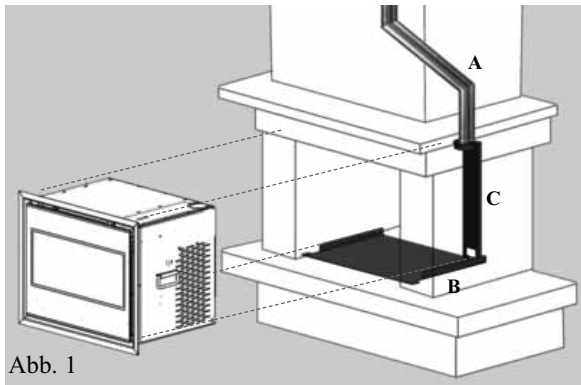
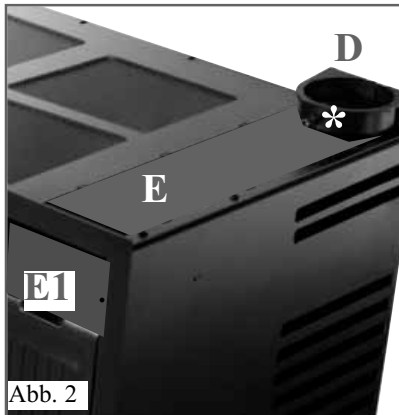

Abb. 1
Abb. 2
- 1) Die beiden senkrechten Wände gemäß Abb. 1 zusammenbauen. Der Pfeil zeigt die Richtung von hinten nach vorne an.
- 2) Mit den mitgelieferten Schrauben die beiden Verstärkungsstreben (A) an den senkrechten Wänden befestigen.
- 3) Die Auflageplatte (im Lieferumfang enthalten) des PELLINSERT 54 auf die gemäß Punkt 1 montierten Wände platzieren und mittels der mitgelieferten 4 Stk. Schrauben befestigen (Abb. 2).
Die Abbildung 2 (A-B-C-D) auf Seite 71 beschreibt die häufigsten Installationsarten.
MÖGLICHE INSTALLATIONEN (Abb. 2)
- Die Auflageplatte (B) mit Dübel an der Stelle, die der Einsatz einnehmen soll, befestigen.
- Die Halterung (C) zur Ausrichtung des Rohrstücks (A) platzieren und (mit den mitgelieferten Schrauben) befestigen.
- Das neue Rauchabzugsrohrstück in die Manschette (D) der Halterung (C) stecken und auf der Schraube (* Abb. 2) aufliegen lassen.
- Die Auflegeschraube (*) entfernen das Rauchabzugsrohrstück in den Rauchabzugstutzen (F) einstecken und mit der Schraube (°) blockieren.
- Der Vorgang erfolgt mittels der auf der Oberseite des Einsatzes vorgesehenen Aussparung (E), nach Entfernung der mit 2 Schrauben befestigten Abdeckung (E1) (siehe Abb. 2).